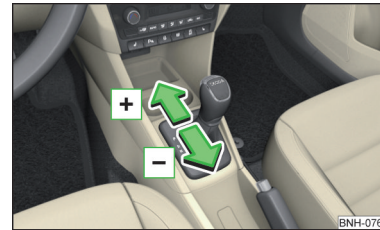

Abb. 193
- › Zum **Hochschalten** den Wählhebel nach vorn  tippen » Abb. 193.
- › Zum **Herunterschalten** den Wählhebel nach hinten  tippen » Abb. 193.